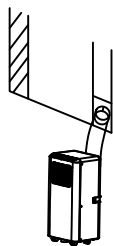
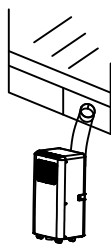

Fig.6
Fig.6a
- 2) Как показано на Fig.6 и Fig.6a , установите выпускной шланг и хорошо отрегулируйте положение окна.